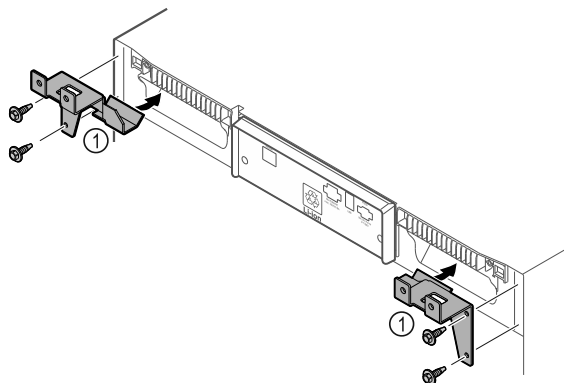

Fig. 10
- ▶ Szerelje fel a tartóelemeket Fig. 10 (1) a készülékre az önmetsző csavarokkal.